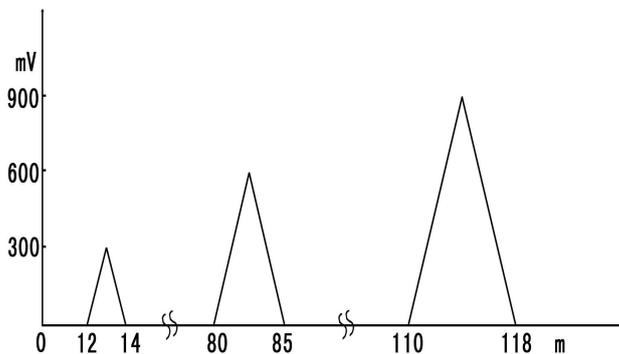

图15 破损点大小曲线图
(3) **统计图形法**：若以泄漏电位与辐射距离两因素作图，在漏点的上方会出现一个个三角形，三角形大小近似地反映了漏点的大小，如图 15 所示。